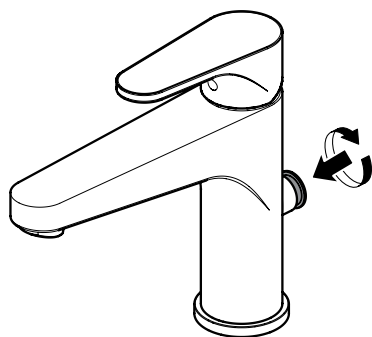
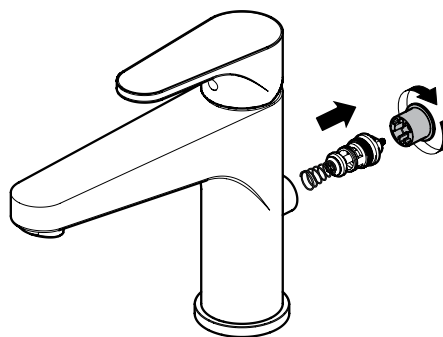

fig. 7.1
fig. 7.2
- Démonter le **déviateur**, nettoyer ou remplacer le **joint du déviateur** (fig. 7.1 et fig. 7.2).
- Remove the **diverter**, clean or replace the **diverter seal** (fig. 7.1 and fig. 7.2).